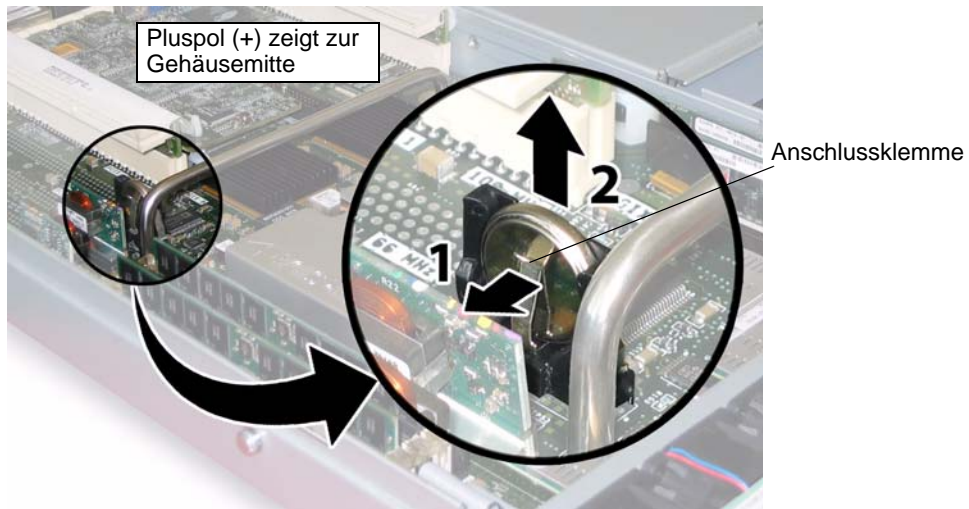

ABBILDUNG 3-6 Entfernen der Batterie
4. Entfernen Sie die Batterie, indem Sie vorsichtig die Anschlussklemme von der Stirnseite der Batterie wegziehen und die Batterie gerade nach oben herausnehmen. Siehe ABBILDUNG 3-6.